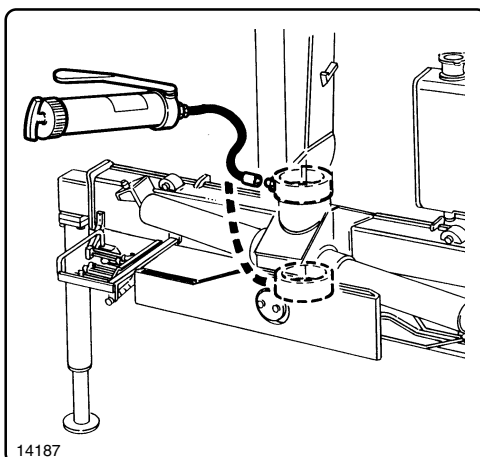

fig. 8.5.4
8.5.4 - Ingrassaggio boccole rotazione (fig. 8.5.4)
L'ingrassaggio delle boccole della rotazione va effettuata immettendo grasso attraverso gli appositi ingrassatori (fig. 8.5.4) facendo ruotare contemporaneamente la gru (per il tipo di grasso vedi tabella a pag. 8.27).
8.5.4 - Greasing the slewing system bushing (fig. 8.5.4)
The slewing bushing must be greased through the lubricators (fig. 8.5.4) to rotate simultaneously the crane (the quantities of grease are shown in table at page 8.27).